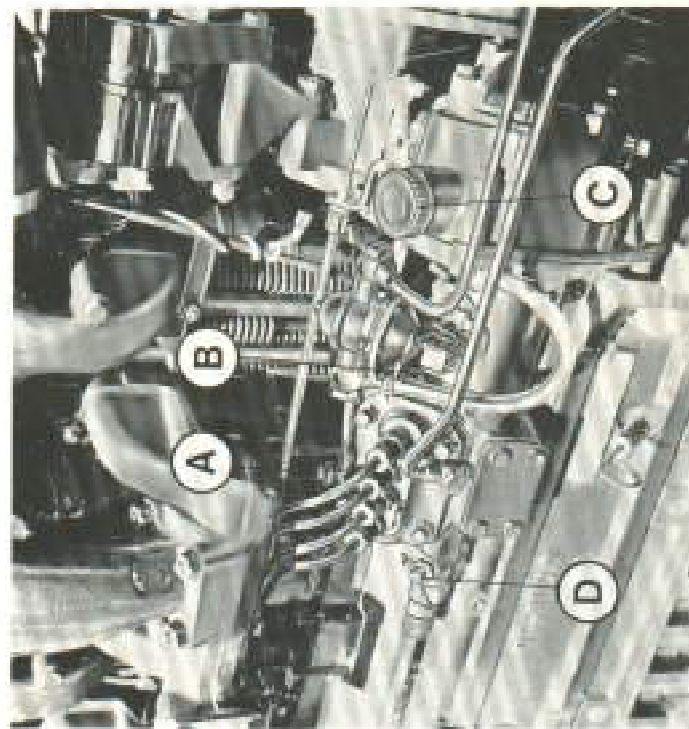

FIG. 17. A: Vite spurgo aria
Se necessario tramite il tappo aggiungere olio (C fig. 17).
E' applicata sul monoblocco e non necessita di cure particolari (B fig. 17).
- 2) azionare la pompa di alimentazione mediante l'apposita levetta (B fig. 17) sino a che il gasolio esce dalla vite di spurgo del filtro privo di bolle d'aria;
- 3) chiudere la vite di spurgo del filtro (A fig. 18) ed allentare quella della pompa di alimentazione (A fig. 17);